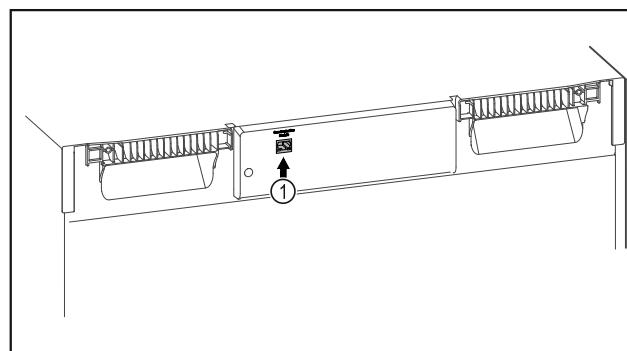

Fig. 150
- ☐ Je používán SmartModule Fig. 150 (1).